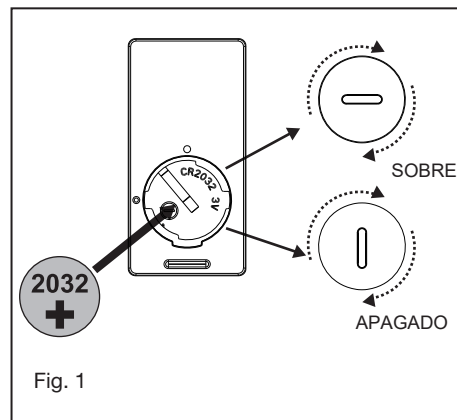

Fig. 1
- 2 Conexiones eléctricas del motor al receptor: (Fig. 1)
- 1 Retire uno de los tres tornillos en el centro de montaje ubicado en el motor del ventilador. Afloje los otros 2 tornillos. (No quitar) (Fig. 1)
Su motor DC sin escobillas está equipado con un control remoto de tipo aprendido automáticamente. No hay interruptores de frecuencia en el receptor o transmisor. El ventilador puede comenzar a usarse una vez que finaliza el proceso de emparejamiento. Retire el panel del transmisor y luego instale una batería 2032 (incluida). Necesita usar una moneda para abrir o cerrar la tapa de la batería. Para evitar daños en el transmisor, retire la batería si no se usa durante largos periodos de tiempo (Fig.1)